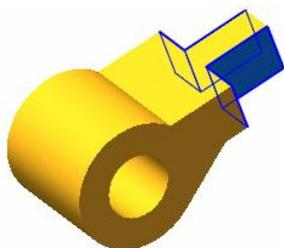
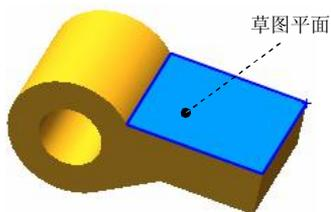
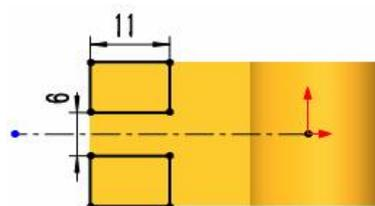

图 1.4 切除-拉伸 1
图 1.5 草图平面
图 1.6 横断面草图
Step3. 创建图 1.4 所示的切除-拉伸 1。选择下拉菜单 **插入(I)** → **切除(C)** → **拉伸(E)...** 命令；选取图 1.5 所示的面为草图基准面，绘制图 1.6 所示的横断面草图；在“切除-拉伸”对话框 **方向1** 区域 按钮后的下拉列表中选择 **完全贯穿** 选项；单击 按钮，完成切除-拉伸 1 的创建。